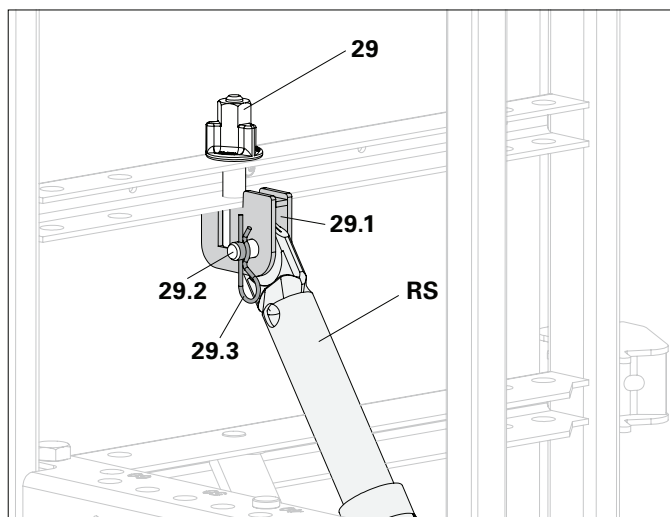

Fig. A7.02
Connettere puntello (RS) e staffe (29.1) con perno (29.2) e inserto a molla (29.3). (Fig. A7.02)